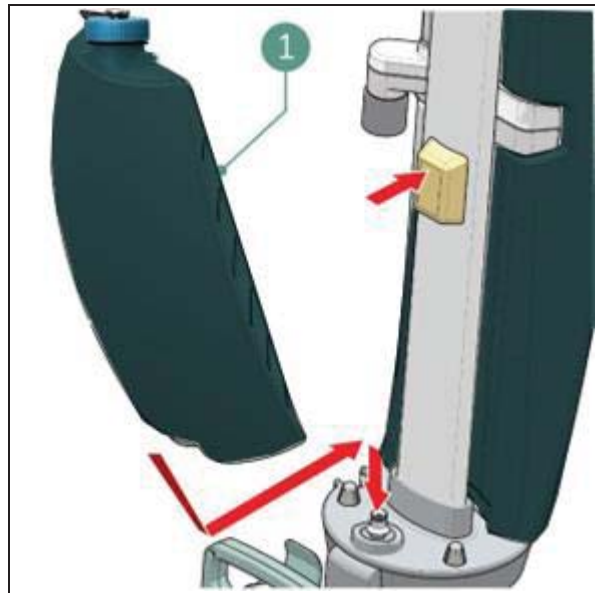

Figure 14
5. Mettez le réservoir sur l'i-mop® Lite avec la soupape en premier (Figure 14, pos 1).